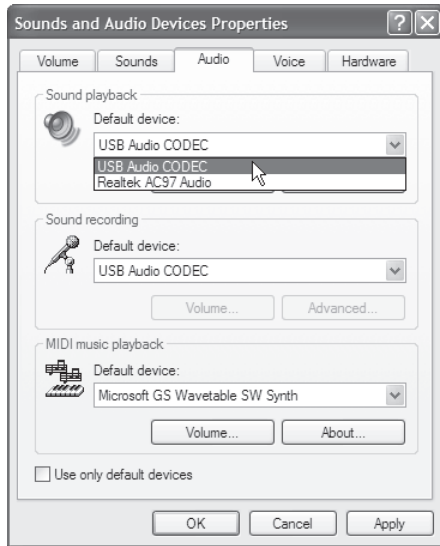

Figure 6
5. Pour utiliser la console comme périphérique d'entrée/sortie par défaut (pour les sons du système et des programmes comme l'enregistreur), assurez-vous qu'elle soit sélectionnée pour la lecture et l'enregistrement dans l'onglet Audio (Figure 6).